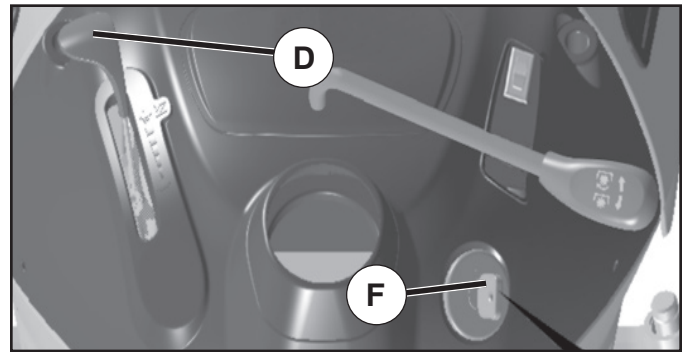

Fig. 17
PARA USAR EL CONTROL DE LA ACELERACIÓN (D) (Vea Fig. 17)